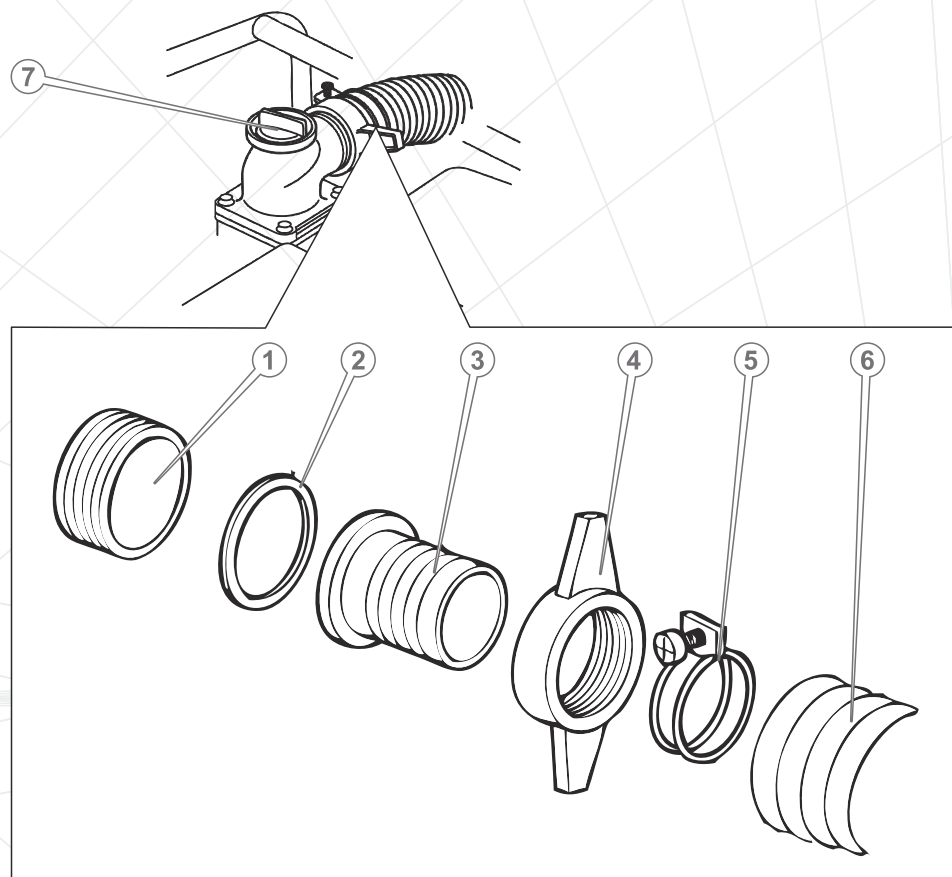

Рисунок 8
2. Открутите крышку горловины для заливки воды в насос (7) (см. рисунок 8).